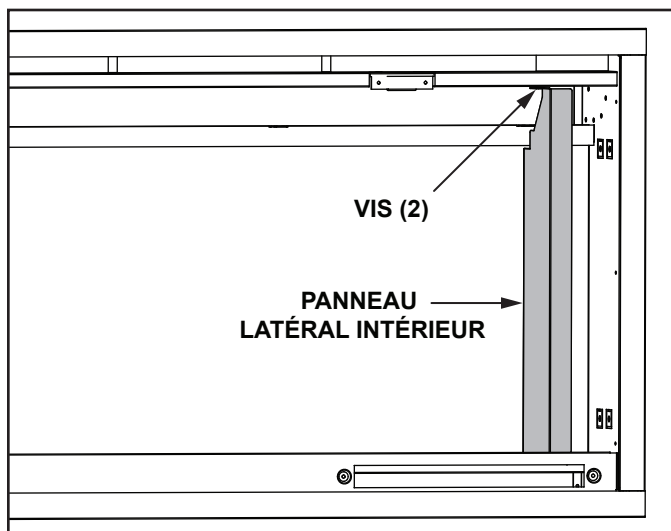

Figure 4.5 Démontage du panneau latéral intérieur
3. Retirez les panneaux latéraux intérieurs à gauche et à droite de l'appareil en retirant les deux (2) vis. Voir la figure 4.5.